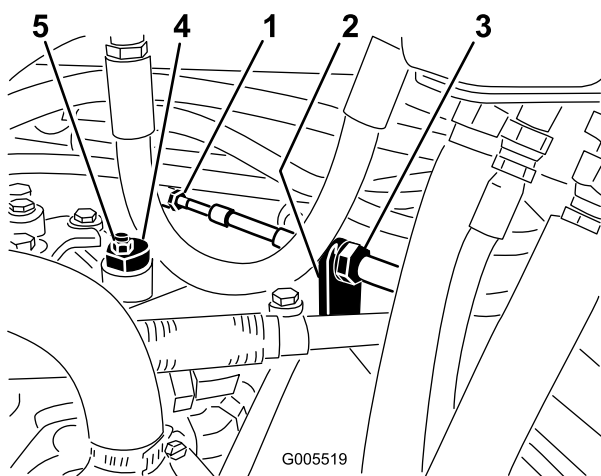

Figure 54
- A. Desserrez les écrous de blocage qui fixent le câble de commande de transmission à la cloison sur l'hydrostat (Figure 54). Desserrez les écrous de blocage uniformément et suffisamment pour permettre le réglage.
**Remarque:** Desserrez l'écrou de fixation de l'excentrique en haut de l'hydrostat (Figure 54).
Lorsque la route arrête de tourner, serrez l'écrou pour bloquer l'excentrique et le réglage (Figure 54). Vérifiez le réglage avec la commande d'accélérateur en position bas régime, puis haut régime.
- D. De chaque côté de la cloison, serrez les contre-écrous uniformément pour fixer le câble de transmission à la cloison (Figure 54).